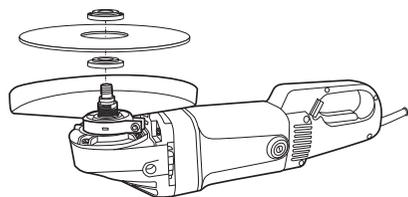

Abb. 8
2. Setzen Sie den Schleifkörper mit dem Etikett zum Elektrowerkzeug zeigend auf die Spindel. Das Loch im Schleifkörper muss sicher auf dem Zentrieransatz des Stützflansches (10) sitzen.
3. Setzen Sie den Spannflansch (8) auf die Spindel (Abb. 8).